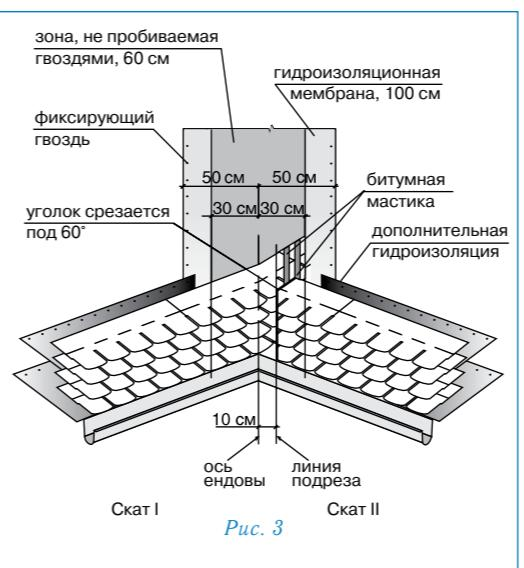

Рис. 3
Ендова (рис. 3)
- лист, подходящий к ендove со ската II, должен доходить до линии подрезки и обрезаться по ней. Верхний уголок обрезанного края листа подрезается под углом 60° (5×3 см — рис. 3);